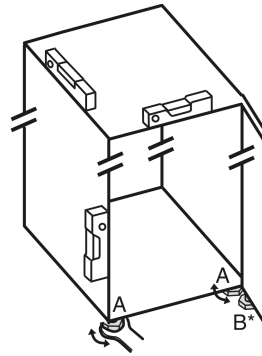

Fig. 2
- ▶ Stellfüße Fig. 2 (A) mit beiliegendem Gabelschlüssel und mit Hilfe einer Wasserwaage herausdrehen, bis das Gerät fest und ebenstehend ausgerichtet ist.
- ▶ Stellfuß Fig. 2 (B) am Lagerbock mit beiliegendem Gabelschlüssel herausdrehen, bis er auf dem Boden aufliegt.
- ▶ Stellfuß Fig. 2 (B) um 90° weiter drehen.